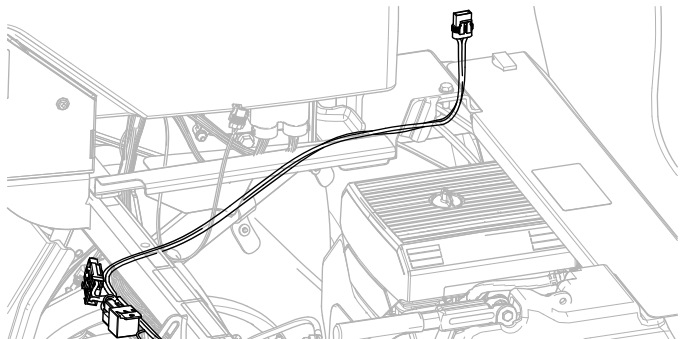

图5
2. 将电源线束布置在减震支撑管右侧下方和底控制台盖下方（图5）。